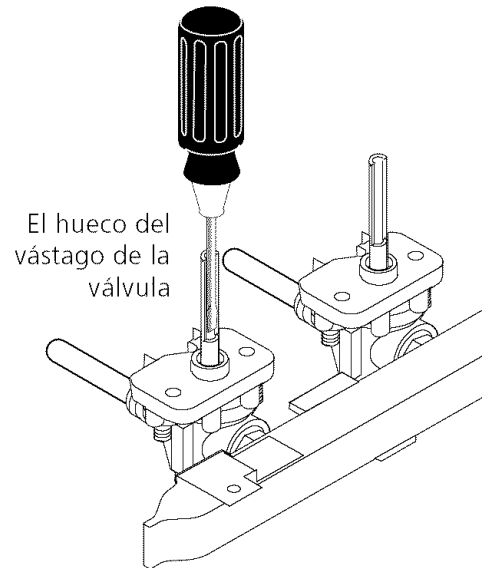

Figura 12
4. **Verifique el ajuste "LO" O "SIMMER" de las válvulas de superficie de quemador (ver Figura 12)**